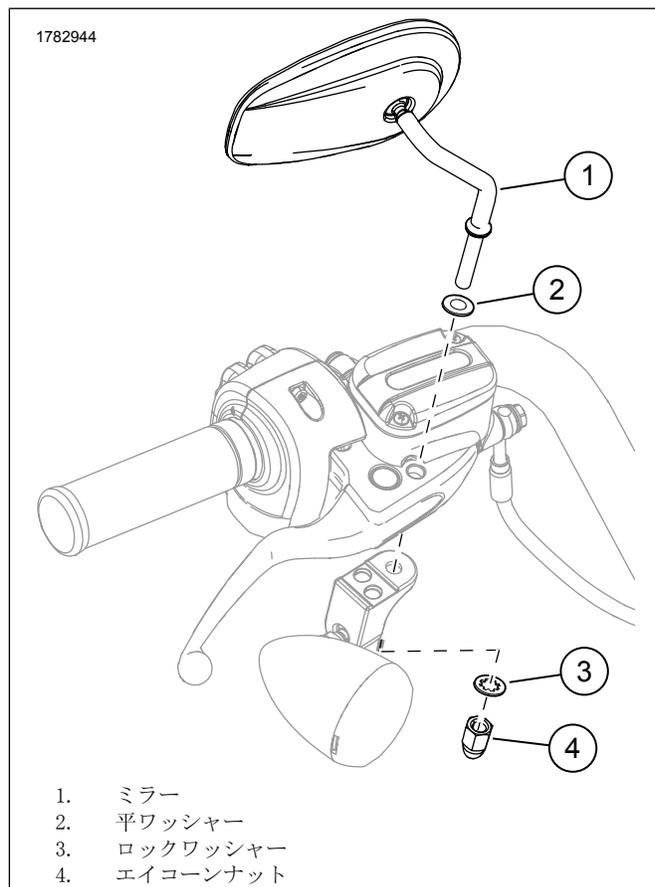

図2。ミラーアッセンブリー
2. 図2を参照してください。平ワッシャー(2)をミラースタッドに取り付けます。